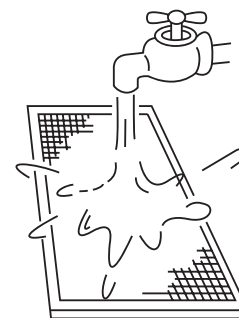

Рис. 6-4
- используя проточную воду, промойте фильтр лицевой стороной вниз (см. рис. 6-4).